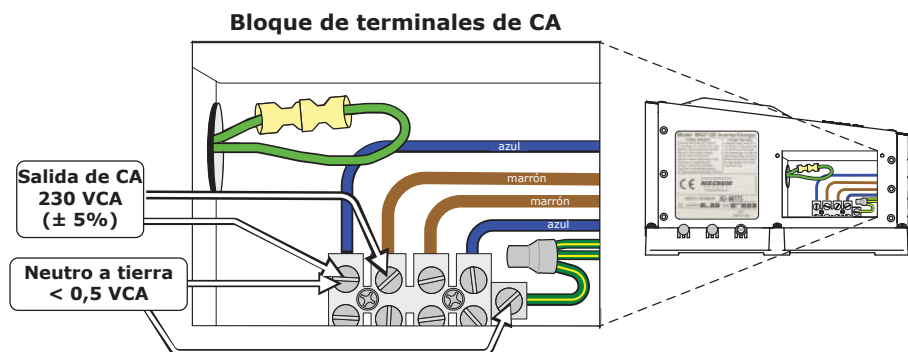

Ilustración 2-19, Comprobación de tensión de CA
5. Compruebe la tensión de salida de CA del inversor mediante la conexión de un voltímetro de CA a los terminales de salida (consulte la Ilustración 2-19) y verifique que los voltajes de salida son los correctos.